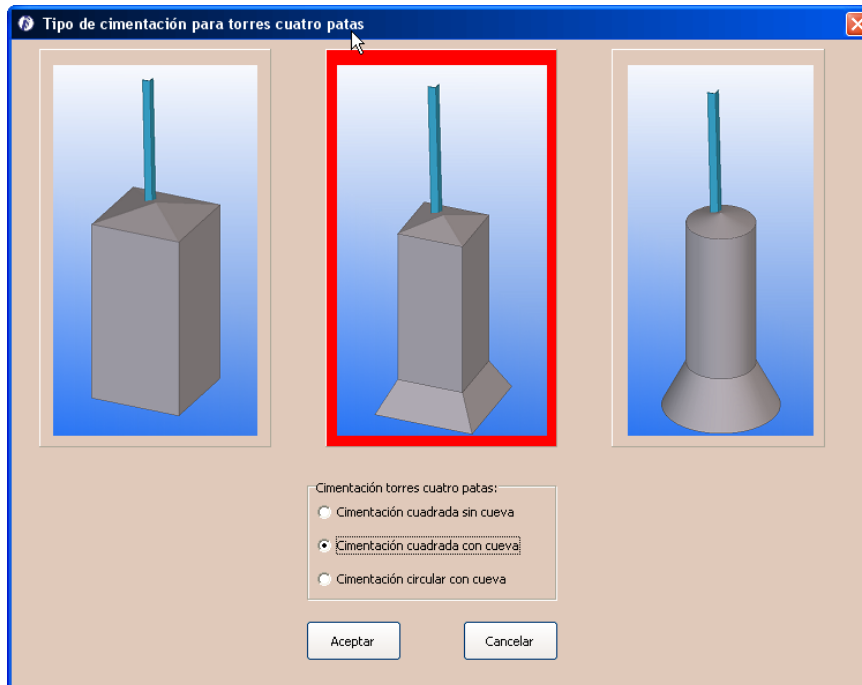

Figura 5.17. Configuración de cimentaciones para torres de cuatro patas
- **8. Cimentación torres de cuatro patas** Por defecto viene seleccionada la cimentación cuadrada con cueva, pero pinchando en el botón *Cambiar tipo de cimentación* (Figura 5.17) podemos cambiar a los tres tipos posibles de cimentaciones: